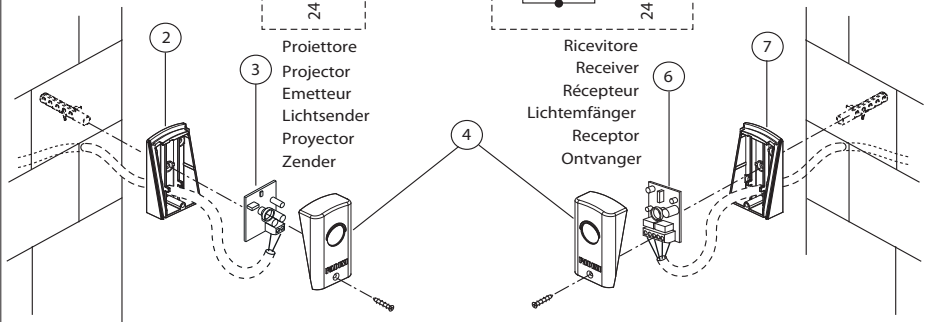
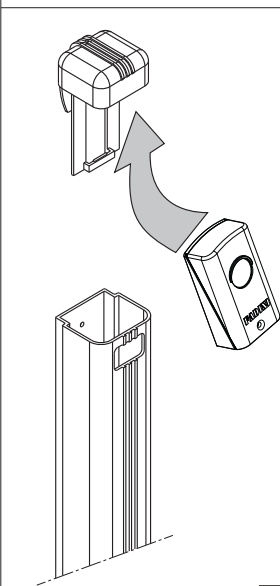
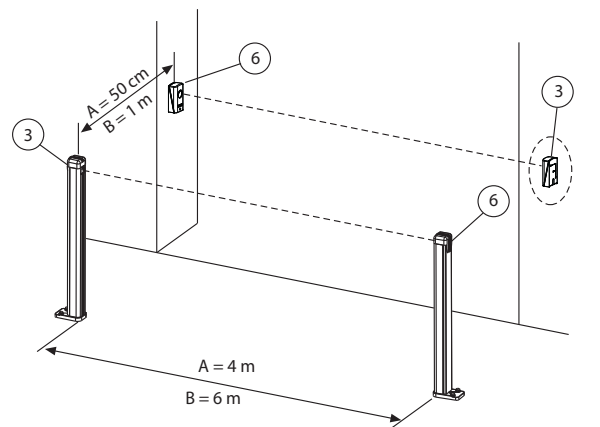

Fig. 2
Fig. 3
Fig. 4
La fotocellula **Trifo 11** è un dispositivo di sicurezza che consente l'arresto o l'inversione del movimento di un ingresso automatizzato quando viene interrotto il fascio di luce infrarossa emesso da un proiettore (3) e da un ricevitore (6). È presente nel ricevitore (6) un led rosso interno che si accende quando è interposto un ostacolo che interrompe il fascio di luce emesso, oppure nel caso le fotocellule non siano allineate tra loro. **Fissaggio a parete della trifo 11 (fig. 2):** si devono mettere a nudo i contenitori (2) e (7), poiché dietro le schede del ricevitore (6) e del proiettore (3) c'è il foro di fissaggio mediante tassello a muro, il quale funge anche da indicatore di allineamento per entrambi i componenti: come prima operazione svitare la vite di fissaggio (5) e togliere il coperchio (4), poi estrarre la scheda (3) allargando le due linguette laterali del fondo contenitore (2). **Fissaggio su colonnetta (fig. 3 e fig. 4):** le colonnette (8) in alluminio anodizzato sono fornite ad una altezza da terra prefissata, da installarsi tramite un cono di espansione (9) allo zoccolo di base (10) con la vite (11), quindi il tutto va ancorato a pavimento con i tasselli (12). L'estremità superiore della colonnetta (8) è munita di coperchio di custodia (1), all'interno del quale va agganciato il gruppo proiettore (3) o il gruppo ricevitore (6) (fig. 3), che verranno definitivamente fissati alla colonnetta (8) dalla vite (14). I cavi elettrici di alimentazione devono essere inseriti nei fori dei contenitori (2) e (7) prima del loro fissaggio. Per allineare il proiettore (3) e il ricevitore (6) bisogna fissarli alla stessa altezza uno di fronte all'altro ad una distanza di non oltre 6 metri. Per due coppie di fotocellule (fig. 4), una di fianco all'altra, è necessario installare a fianco del proiettore (3) di una coppia il ricevitore (6) dell'altra coppia: per distanze tra proiettore (3) e ricevitore (6) fino ai 4 metri l'altra coppia deve scostarsi di 50 cm; oltre i 4 metri lo scostamento tra le due coppie deve aumentare in proporzione (dagli 80 - 100 cm e oltre). (*) la distanza diminuisce in presenza di nebbia, pioggia o polveri.
La photocellule **Trifo 11** est un dispositif électronique de sécurité qui permet l'arrêt ou l'inversion du mouvement du portail automatique lorsque le faisceau de lumière, émis par un émetteur (3) et par un récepteur (6), est interrompu par un obstacle. Dans le récepteur (6), une led rouge interne s'allume lorsque le faisceau est interrompu ou dans le cas les photocellules ne sont pas bien alignées. **Fixation murale de la cellule Trifo 11 (Fig. 2):** il faut mettre à nu le boîtier (2) et (7), en retirant les cartes (6) et (3) car la fixation des boîtiers de l'émetteur et du récepteur se fait par un trou de fixation au moyen d'une cheville au mur qui sert d'indication pour l'alignement pour les deux composants; la première opération à faire est dévisser la vis de fixation (5) et enlever le couvercle (4), puis tirer la carte (3) en écartant les deux entailles dans le fond du boîtier (2). **Fixation sur potelet (Fig. 3 et 4):** les potelets (8) en aluminium anodisé sont fournis avec la même hauteur. Ils sont à installer au moyen d'un cône d'expansion (9) à la base (10) au moyen d'une vis (11), pour la fixation au sol avec des chevilles (12). L'extrémité supérieure du potelet (8) est fourni avec le couvercle (1) où à l'intérieur on va clipser l'émetteur (3) ou le récepteur (6) (Fig. 3) qui doivent être ensuite fixés au potelet (8) au moyen de la vis (14). Les câbles électriques doivent être introduits dans les trous des boîtiers (2) et (3) avant la fixation. Pour aligner l'émetteur (3) et le récepteur (6), il faut les fixer à la même hauteur, un en face à l'autre, à une distance de 6 mètres maximum. Si on installe deux paires de photocellules (fig. 4), une à côté de l'autre, il faut croiser les émetteurs (3) et les récepteurs (6). Pour une distance entre l'émetteur (3) et le récepteur (6) jusqu'à 4 mètres (A), l'autre paire doit s'éloigner de 50 cm (A); pour une distance supérieure à 4 mètres, les deux paires doivent s'éloigner en proportion (de 80 à 100 cm et plus). (*) La distance diminue en présence de brouillard, pluie ou poussières.
Die Lichtschränke **Trifo 11** ist eine Sicherheitsvorrichtung, die das Halten oder die Umkehrung der Bewegung der automatisierten Zufahrt erlaubt, wird der infrarote Lichtstrahl, der von dem Lichtsender (3) zu einem Lichtempfänger (6) ausgesandt wird, unterbrochen. Im Lichtempfänger (6) befindet sich eine rote Innenlede, die aufleuchtet, wenn ein Hindernis den Lichtstrahl unterbricht oder wenn die Fotozellen nicht gut miteinander ausgerichtet sind. **Wandmontage der Trifo 11 (Abb. 2):** die Gehäuse (2) und (7) abmontieren, da die Befestigung der Fotozelle hinter der Empfänger- (6) und Sender-Platine (3) durch einen Wanddübel erfolgt, der auch als Ausrichtungsanzeiger für beide Komponenten dient. Zuerst die Befestigungsschraube (5) lösen und den Deckel (4) entfernen, danach die Platine (3) herausziehen, indem die seitlichen Klappen der Hinterseite (2) des Gehäuses ausgebreitet werden. **Montage auf der Säule (Abb. 3 und 4):** die Säulen (8) aus eloxiertem Aluminium werden nach bestimmten Höhen ausgeliefert und werden auf dem Grundsockel (10) durch einen Expansionskegel (9) mittels der Schraube (11) montiert, alles wird am Boden durch Dübel verankert (12). Die Spitze der Säule (8) ist mit einer Halter-Deckel (1) ausgestattet, woran der Lichtsender (3) oder der Lichtempfänger (6) (Abb. 3) gehängt werden; alles wird mittels der Schraube (14) an der Säule (8) befestigt. Vor der Befestigung müssen die elektrischen Kabel in die Löcher der Gehäuse (2) und (7) eingesetzt werden. Zur Ausrichtung des Lichtsenders (3) und des Lichtempfängers (6) müssen sie auf gleicher Höhe gegenüberliegend, in einem Abstand von höchstens 6 Meter montiert werden. Wenn zwei Lichtschränkepaare montiert werden (Abb. 4), muss der Lichtsender (3), eines Paares neben dem Lichtempfänger (6) des anderen Paares installiert werden: wenn der Abstand zwischen Lichtsender (3) und Lichtempfänger (6) 4 Meter ist (A), muss das andere Lichtschränkepaar 50 cm entfernt installiert werden (A); über 4 Meter muss der Abstand zwischen den zwei Paaren verhältnismässig steigern (80-100 cm und mehr). (*) Die Reichweite verringert bei Nebel, Regen und Pulver.
La fotocélula **Trifo 11** es un dispositivo de seguridad que permite parar o invertir el movimiento de un paso automatizado en cuanto se corte un haz de luz infrarroja emitido por un proyector (3) y recibido por un receptor (6). En el receptor (6) hay un led rojo a su interior, que se enciende cuando hay un obstáculo interpuesto que corta el haz de luz emitido, o bien cuando las fotocélulas no estén alineadas entre sí. **Sujeción empotrada del aparato trifo 11 (Fig. 2):** hay que poner en descubierto la caja (2) y (7), porque detrás de las fichas del receptor (6) y del proyector (3) se encuentra el agujero de sujeción por medio de un taco empotrado, que sirve también de indicador de alineación de ambos componentes: como primera operación, desatornillar el tornillo sujetador (5) y quitar la tapa (4), a continuación sacar la ficha (3), ensanchando ambas lengüetas laterales del fondo de la caja (2). **Sujeción en una columnita (fig. 3 y fig. 4):** se suministran las columnitas (8) en aluminio anodizado con una altura desde el suelo preestablecida, y hay que instalarlas por medio de un cono de expansión (9) en la base (11) por medio del tornillo (12), a continuación hay que anclar todo en el pavimento por medio de los tacos (13). El extremo superior de la columnita (8) está provisto de una tapa protectora (1), al interior de la cual hay que enganchar el grupo proyector (3) o el grupo receptor (6) (fig. 3), que se van a sujetar definitivamente en la columnita (8) por el tornillo (14). Hay que colocar los cables eléctricos de suministro en los agujeros de las cajas (2) y (7) antes de sujetarlas. Par alinear entre sí el proyector (3) y el receptor (6), hay que sujetarlos a la misma altura el uno delante del otro a una distancia que no sobrepase los 6 metros. Para dos pares de fotocélulas (fig. 4), el uno al lado del otro, hay que instalar al lado del proyector (3) de un par, el receptor (6) de otro par; en caso de que la distancia entre el proyector (3) y el receptor (6) no sobrepase los 4 metros (a), el otro par tiene que encontrarse a 50 cm de distancia (a); en caso de distancia mayor de 4 metros, tendrá que aumentar proporcionalmente la distancia entre ambos pares (alcanzando los 80-100 cm y más). (*) la distancia disminuye en presencia de niebla, lluvia o polvos.